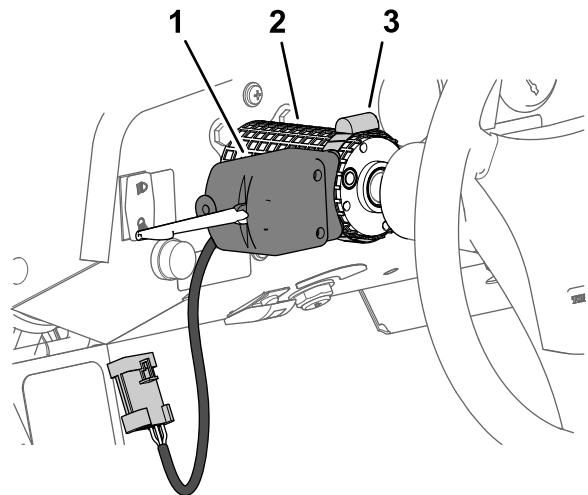

Bild 34
1. Montieren Sie den Blinkerschalter mit der Schlauchklemme am Lenkventil, wie in Bild 34 abgebildet, und ziehen Sie die Klemme mit der Hand an.